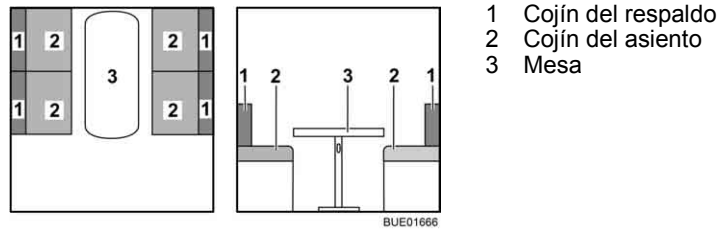

Fig. 93 Antes de la transformación
- Poner a un lado todos los cojines de respaldo (Fig. 93,1).
- Transformar la mesa (Fig. 93,3) en base de camas (véase apartado 6.12).